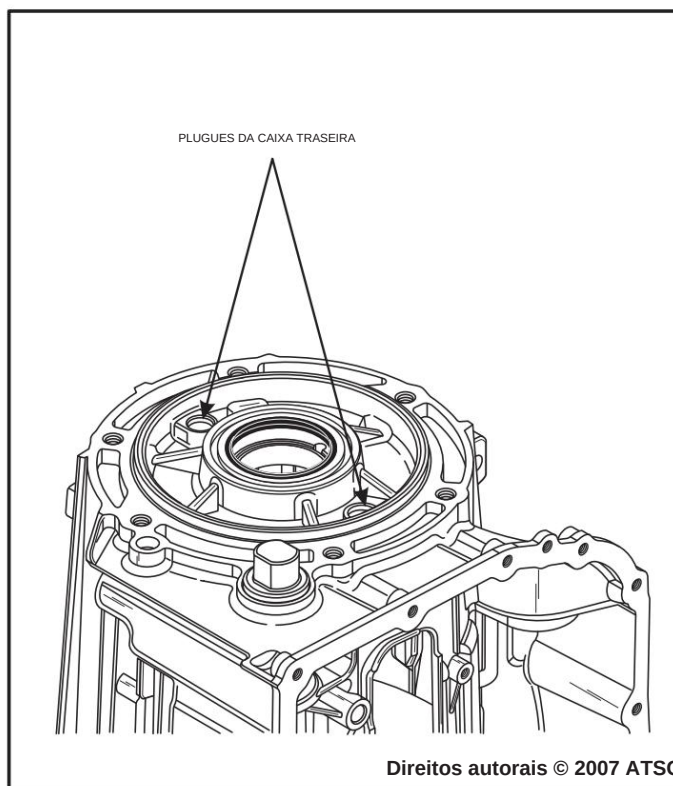

Figura 58
13. Instale novos tampões na caixa conforme necessário, conforme mostrado na Figura 58.